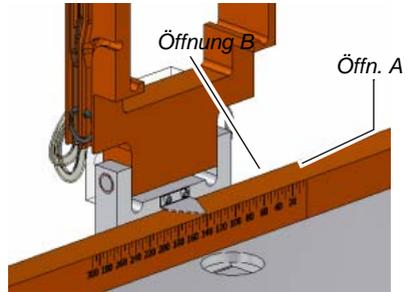

Abbildung 9. T-Schlüssel in Öffnung A stecken, mit Sechskantschlüssel Bolzen in Öffnung B lösen.
5. Stecken Sie den T-Schlüssel in die Öffnung A (Abbildung 9) und belassen ihn dort, dies fixiert den Werkzeugträger in seiner Position.